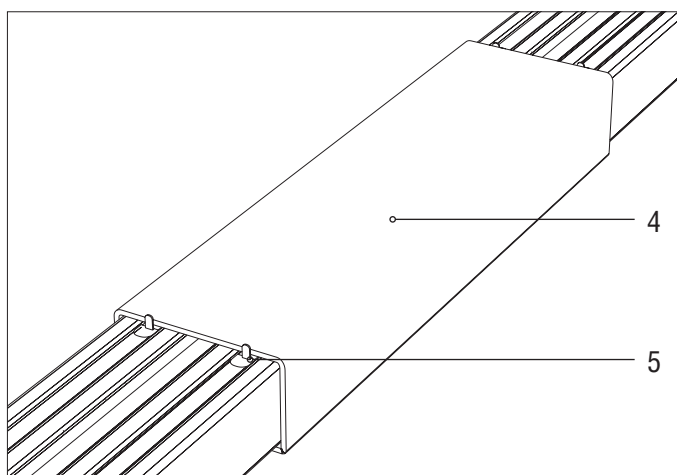

Рисунок 4
4. Зафиксируйте скобы 4 при помощи фиксатора скобы 5 (рисунок 4).